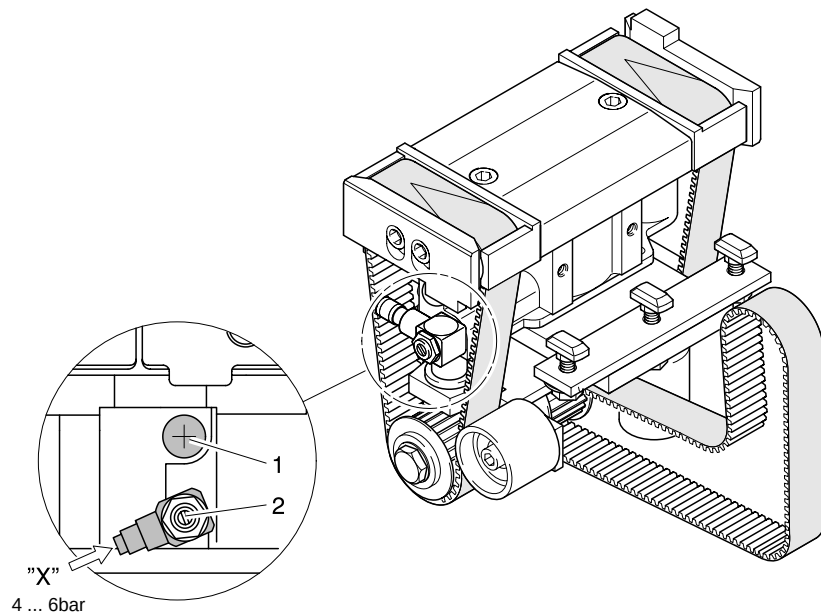
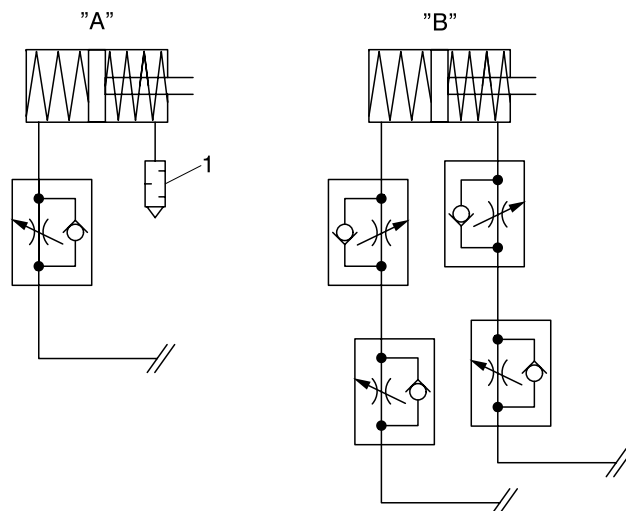

Fig. 10
Fig. 11
Den Druckluftanschluss "X" (Fig. 10) über Steckfixverbindung (Rohraußendurchmesser 6mm) mit dem zugehörigen Schaltventil bzw. mit der Wartungseinheit verbinden.
Join compressed air connection "X" (Fig. 10) with appropriate relay valve or air service unit by means of Steckfix snap connectors (outside diameter 6mm).
Brancher le raccord d'air comprimé « X » (Fig. 10) à l'aide du raccord rapide Steckfix (diamètre extérieur du tuyau : 6mm) sur la valve de commande correspondante voire sur l'unité de maintenance.
■ Die Hubgeschwindigkeit mit der Drosselschraube (2, Fig. 10) einstellen.
Bei hartem Aufsetzen (Geräusch) in Mittelstellung (Ruhestellung) kann eine zusätzliche Abluftdrossel (bitte separat bestellen, Bestell-Nr.: 0 821 200 204) eingebaut werden, s. "A", "B", Fig. 11.
Standardmäßig ist die Ansteuerung der **oberen Stellung** vorbereitet (s. "A", Fig. 11).
Wird je nach Werkstückträgerfluss die Ansteuerung der oberen und unteren Stellung gewünscht, so ist der Schalldämpfer (1, Fig. 10+11) durch ein zweites Drosselrückschlagventil (bitte separat bestellen, Bestell-Nr.: 0 821 200 187) zu ersetzen ("B", Fig. 11).
■ Set the lift speed with the throttle screw (2, Fig. 10).
An additional exhaust throttle (please order separately, order no.: 0 821 200 204) can be fitted in case of hard positioning (noise) at the mid-position (idle position), see "A", "B", Fig. 11.
The control is standardly set in the **upper position** (see "A", Fig. 11).
If upper and lower positions are desired for the control, depending on workpiece pallet flow, the silencer (1, Fig. 10+11) is to be replaced by a second throttling non-return valve (please order separately, order no.: 0 821 200 187) ("B", Fig. 11).
■ Régler la vitesse de course à l'aide de la vis d'étranglement (2, Fig. 10).
En cas de positionnement difficile (bruit) en position centrale (position de repos) une soupape d'étranglement d'air supplémentaire peut être installée (à commander séparément, n° de référence : 0 821 200 204), voir « A », « B », Fig. 11.
La commande en **position haute** est livrable standard (voir « A », Fig. 11).
Si, selon la quantité de palettes porte-pièces, on a besoin d'une commande en position haute et en position basse, il faut remplacer le silencieux (1, Fig. 10+11) par un deuxième étrangleur (à commander séparément, n° de référence : 0 821 200 187) (« B », Fig. 11).